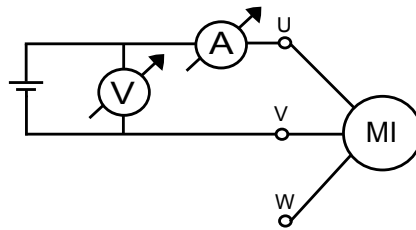

Figura 1: Esquema del Problema 1.
- b) Se realizan las medidas indicadas en la Figura 1, obteniendo los siguientes resultados:  $V = 9V$ ;  $I = 1,875A$ . Determinar el valor de  $R_1$  y  $R_{2e}$ .